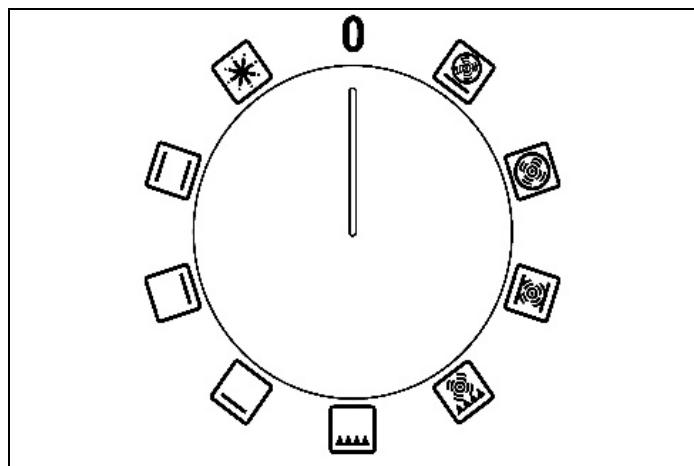

Fig. 17
- Ruotare la manopola funzioni (Fig. 17) in senso orario per selezionare la funzione che si desidera utilizzare. La luce arancione si accende, indicando che l'elemento è acceso.